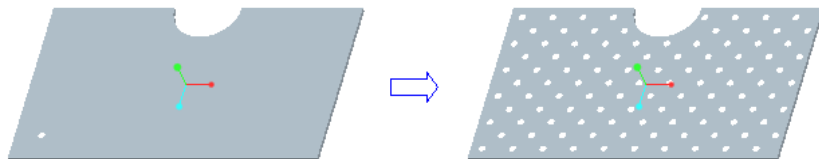

图 5-88 创建填充特征
7) 上机操作：创建填充阵列。打开“bc_5_ex7.prt”练习源文件，以孔特征为阵列导引，在板材模型上创建填充阵列特征，如图 5-88 所示。